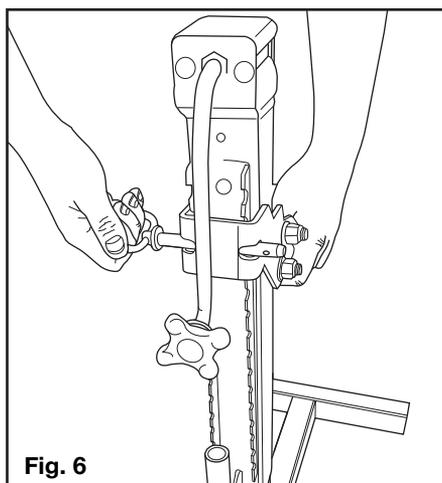

Fig. 6
Nota: Los soportes del QWIKjax™ del carrete pueden requerir la utilización de una opción de ajuste rápido del QWIKjax™. Retirar el pasador de seguridad de la horquilla de rodillos (2) en la parte posterior de la horquilla de rodillos (2) y deslizar manualmente la horquilla de rodillos (2) hacia arriba o hacia abajo hasta la altura deseada (Fig. 6 y 7). Usar el pasador de bloqueo (3) de la horquilla de rodillos proporcionado introduciéndolo por ambos lados de la placa posterior. El pin de la horquilla de rodillos (3) debe descansar sobre la parte superior de la barra de soporte del pin para impedir el movimiento hacia abajo. Volver a introducir la chaveta de bloqueo en el pin.